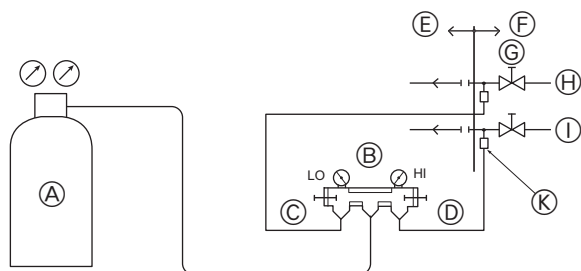

Fig. 5-11
#### ① Lufttättest (Fig. 5-11)